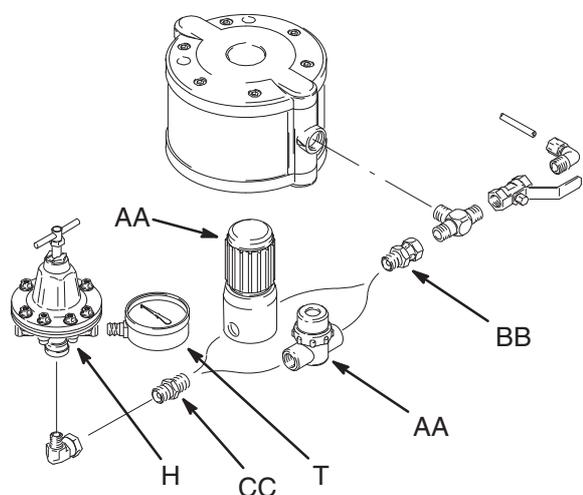

Рис. 2
См. рис. 2. Установите фильтр жидкости между выходом жидкости насоса и штуцером подключения шланга жидкости пистолета. При наличии регулятора жидкости (H) он должен быть повернуть таким образом, чтобы манометр (T) не мешал фильтру.